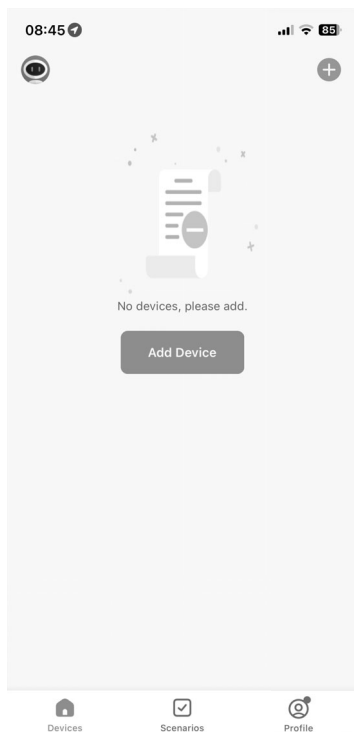

Fig. 1
- ▶ Si vous n'avez pas encore enregistré d'appareil dans l'application **MEDION® Life+**, appuyez sur la touche **ADD DEVICE**(voir fig. 1).